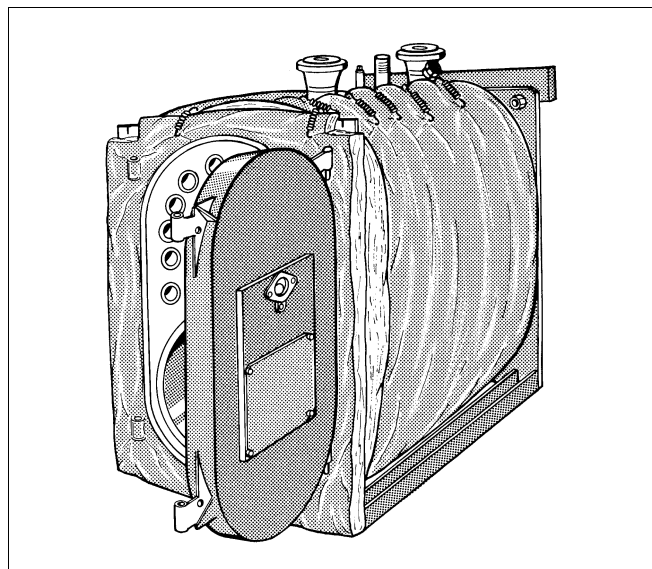

Fig. 8 Montaj izolației termică în față.
- Poziționați izolația termică sus pe traversă și prindeți-o cu 2 cîrlige de prindere (fig. 8).